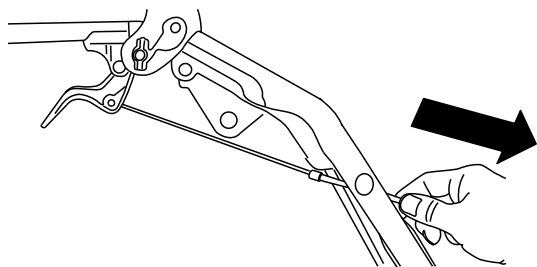

Рисунок 7
1. Зажим троса (2)
3. Аккуратно потяните оболочку троса так, чтобы рычаг муфты свободного хода опустился вниз и провисание троса было устранено, затем надежно затяните гайку зажима троса (Рисунок 7).